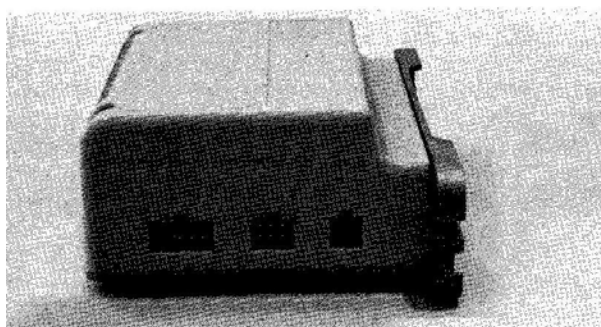

Рисунок 15
5. Подключение Электричества (см. Рисунок 15)